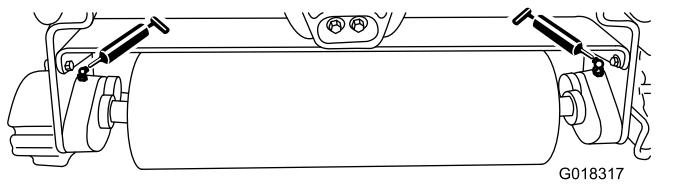

Figura 8
Lubrificate i 2 raccordi d'ingrassaggio (Figura 8) su ciascun'unità tri-roller dopo ogni 15 ore di funzionamento, utilizzando grasso a base di litio n. 2. Utilizzate una pistola di ingrassaggio manuale per ottenere i migliori risultati.
2. Applicate il grasso sui cuscinetti dell'asse dell'unità tri-roller finché non sentite la pressione (Figura 8).